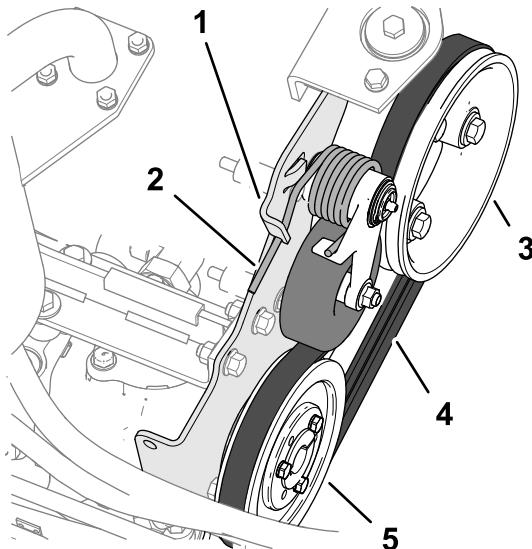

Bild 90
2. Drücken Sie das Ende der Riemenspannfeder nach unten und aus der Kerbe in der Lasche der Pumpenhalterung heraus, und schieben Sie das Federende nach vorne (**Bild 90**).